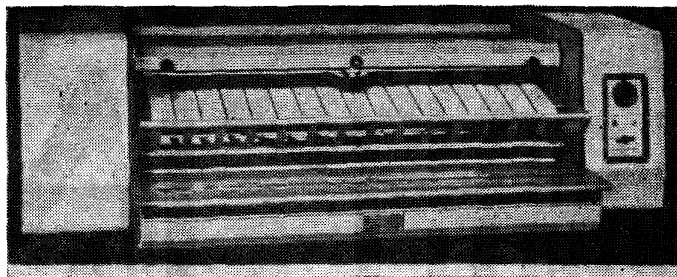

Рис. 45. Светокопировальный аппарат SKN-2
9.3. Светокопировальный аппарат СНҚ-2 (рис. 45) предназначен